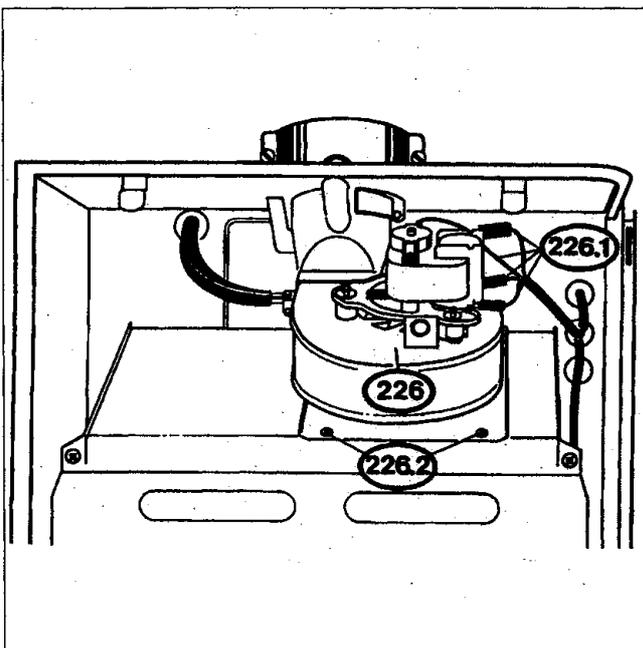

Bild 37
- Elektrische Anschlußleitungen (226.1) an Abgasventilator (226) abziehen.
- Schrauben (226.2) des Abgasventilators (226) entfernen und Abgasventilator (226) nach vorne herausziehen (Bild 37).